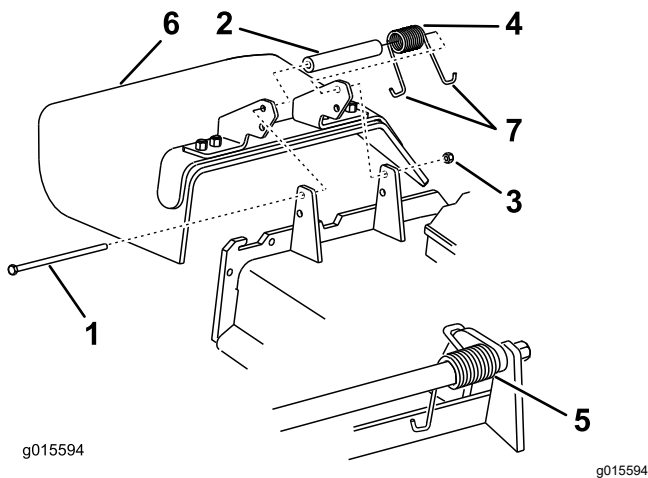

Figure 104
1. Retirez le contre-écrou, le boulon, le ressort et l'entretoise qui fixent le déflecteur aux supports de pivot (Figure 104).
2. Enlevez le déflecteur s'il est endommagé ou usé (Figure 104).
**Remarque:** Prenez soin de placer 1 extrémité en J du ressort derrière le bord du tablier avant de mettre le boulon en place, comme montré à la Figure 104.
6. Accrochez l'extrémité en J du ressort au déflecteur d'herbe (Figure 104).